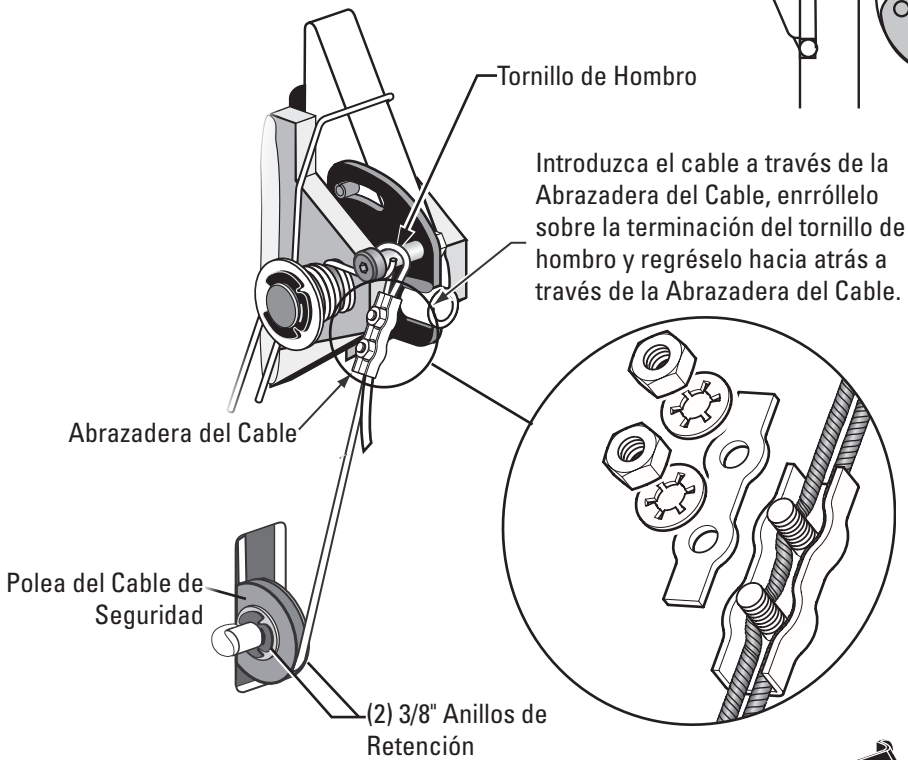

Fig. 19
- G) Traiga el cable por debajo y dentro de la columna izquierda e introduzca el extremo del cable a través de la ranura inferior de la polea del cable del cierre para que el cable esté ahora de nuevo fuera de la columna, Fig. 19.
- H) Instale la polea del cable del cierre y mantenga los anillos de retención en la ranura inferior de la columna que no sea la de la unidad de alimentación como se muestra, Fig. 19.
- I) Dirija el cable por debajo del lado inferior de la polea del cable del cierre, Fig. 19.
- K) Inserte el cable en la abrazadera del cable a lo largo de un lado, arróllelo alrededor del tornillo y diríjalo de nuevo hacia abajo, insertando el cable a lo largo del otro lado de la abrazadera del cable, Fig. 19. Coloque la parte superior trasera sobre la abrazadera, apretándola ligeramente.
- L) A continuación, tire hacia abajo de la placa de control, Fig. 18 y Fig. 19, para eliminar cualquier espacio entre la ranura de la placa de control y el pasador del perro de cierre, Fig. 18.